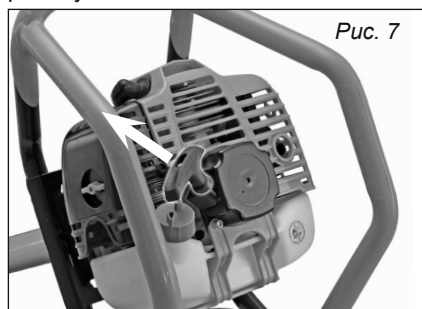

Рис. 7
4. Резко потяните за ручку стартера (рис. 7), предварительно выбрав свободный ход. Повторять до момента первого характерного выхлопа через глушитель.